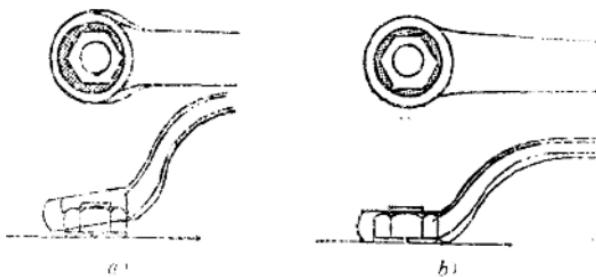

图 1-3 梅花扳手使用要求
3. 选用合适尺寸的扳手，将它完全插入并笔直的套住螺母，松动螺母时不准用锤子敲打扳手，如图1-3所示。